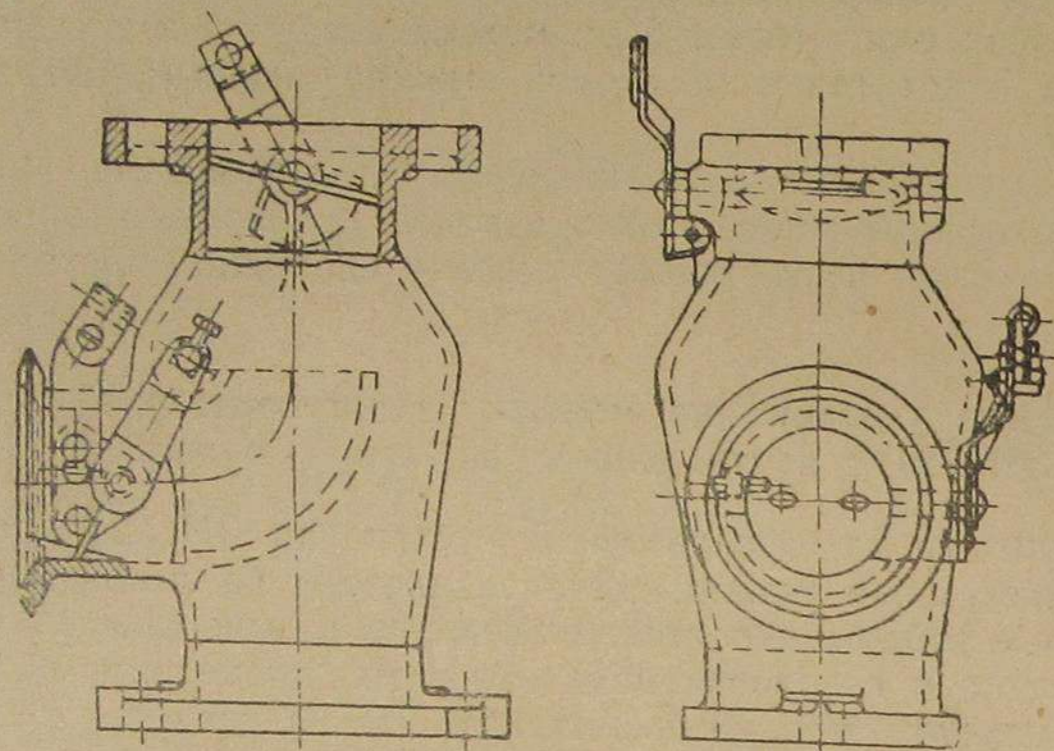

Рис. 36. Смеситель ЗИС-21
6. Смеситель типа ЗИС-13 заменен смесителем типа ЗИС-21 (рис. 36, стр. 62). Корпус смесителя ЗИС-21 имеет в нижней части фланец для соединения с отстойником двумя болтами; боковой патрубок смесителя соединен гибким шлангом с воздухоочистителем.